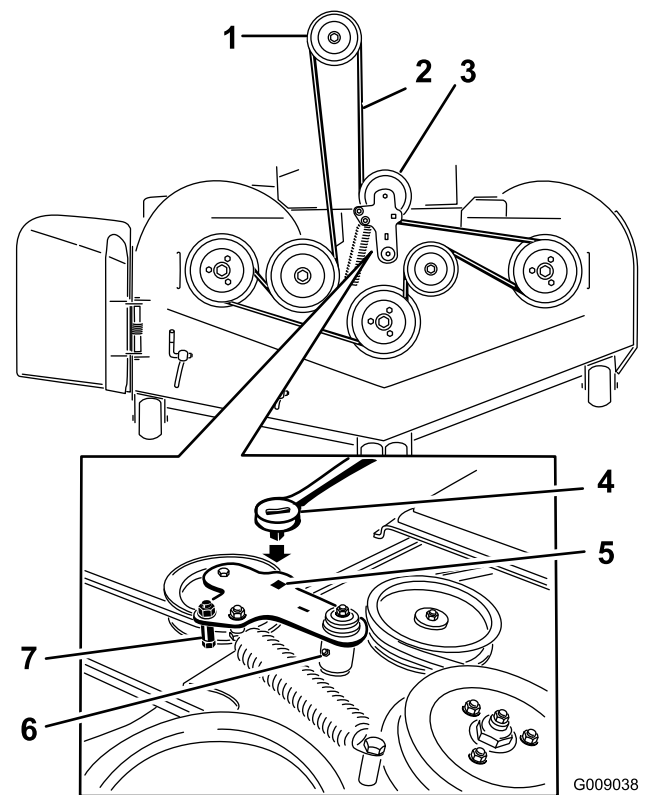

Figura 105
5. Levante la chapa de suelo e introduzca una llave dinamométrica en el taladro cuadrado del brazo tensor de la carcasa (Figura 105).
6. Gire cuidadosamente el brazo tensor de la carcasa en el sentido de las agujas del reloj y retire la correa del cortacésped (Figura 105).